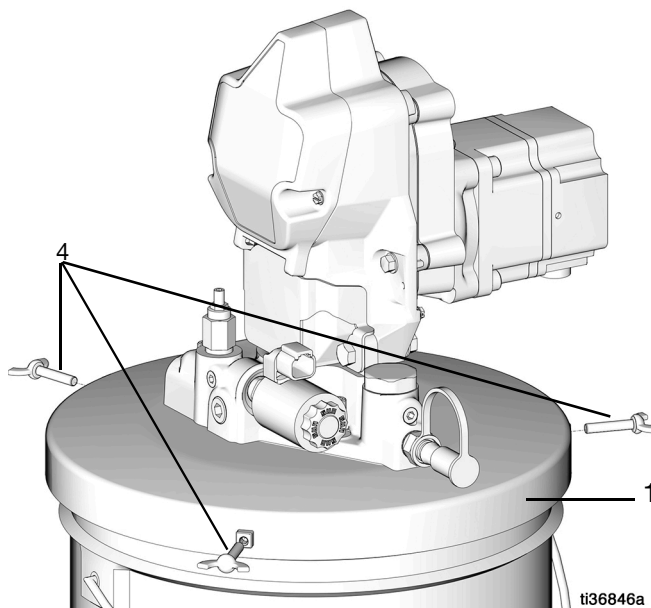

Рис. 10
10. Установите барашковые винты (4) в крышку (1) и надежно затяните (Рис. 10).